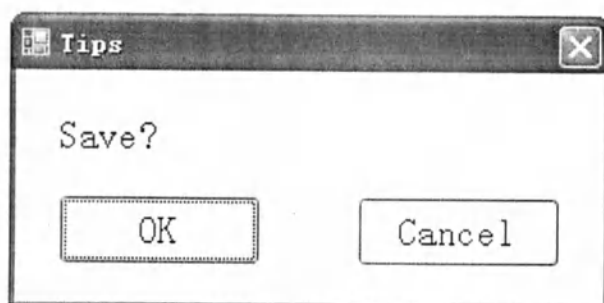

Рисунок 5.25
4. После перегруппировки кликнуть кнопку ОК см. рисунок 5.25 для сохранения или отмены новых данных.